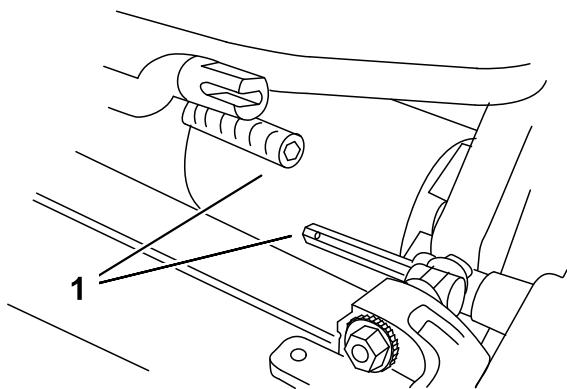

図 5
3. カッティングユニットをトラクションユニットの下に押し込み、次に左に押してトランスミッションのカップリングに接続する（図 5）。